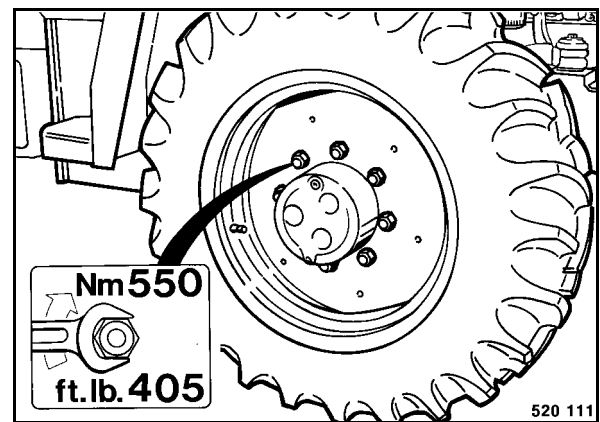

Fig. 192
- Colocar la nueva rueda (Fig. 192), y apretar las tuercas de la rueda en cruz con 550 Nm (405 ft. lb.).